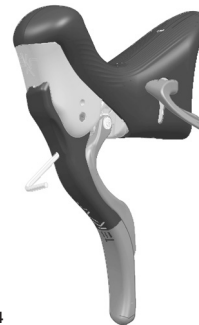

図.4
- ・ 2.5 mm の六角レンチを、グラブねじに到達するまでY穴に差し込みます (図4)。